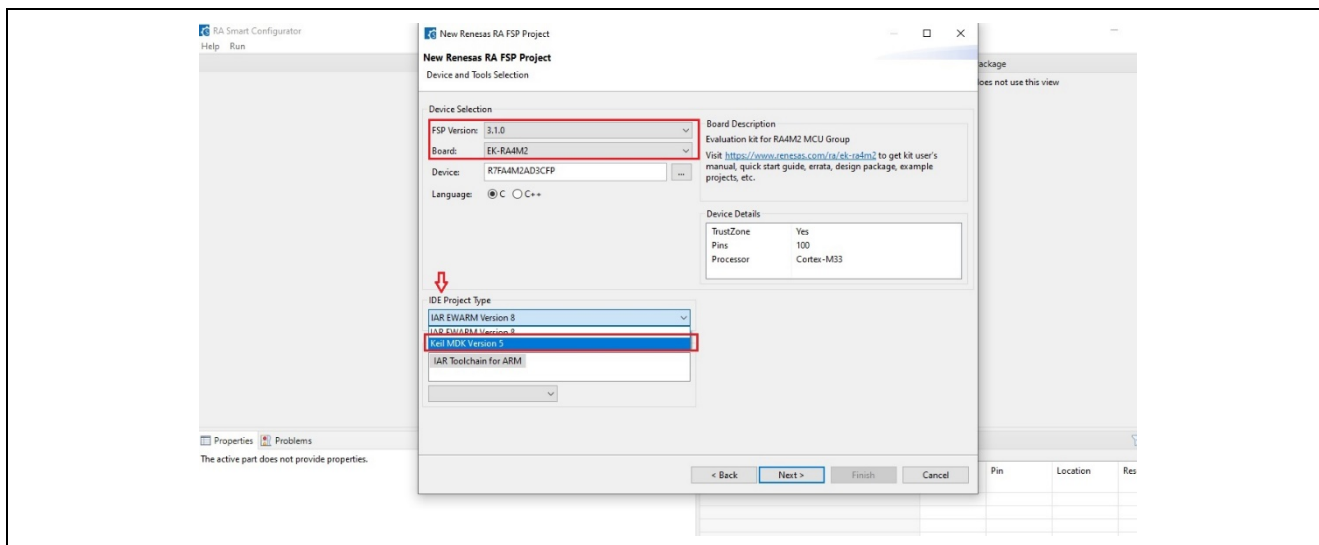

図 33 プロジェクトの種類を選択
3. 次のステップは、必要な[FSP Version]と[Board]を選択します。図 33 に示すように、このステップでは、特定の IDE プロジェクトの種類を選択できます。[Keil MDK Version 5]を選択します。